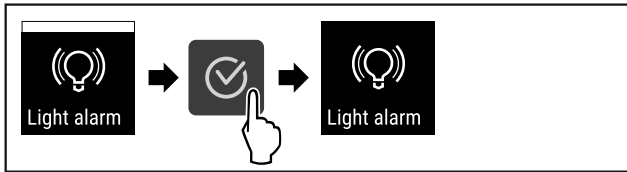

Fig. 95
- Вызовите меню настройки см. Fig. 95